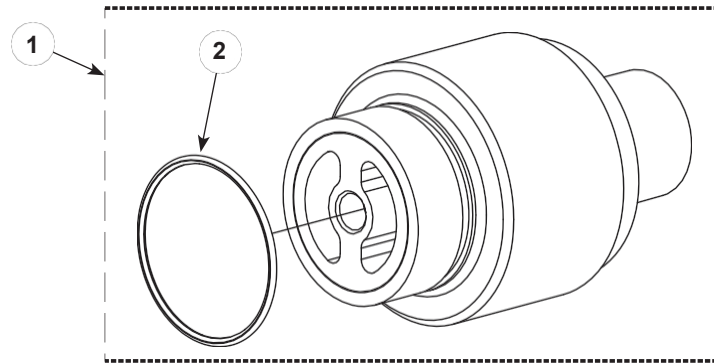

Figura 8-2 Ansamblu suport electrod XD
B. Consultați Figura 8-2 și lista de piese pentru piesele de schimb pentru kitul de ansamblu suport electrod XD.
A se vedea figura 8-2.